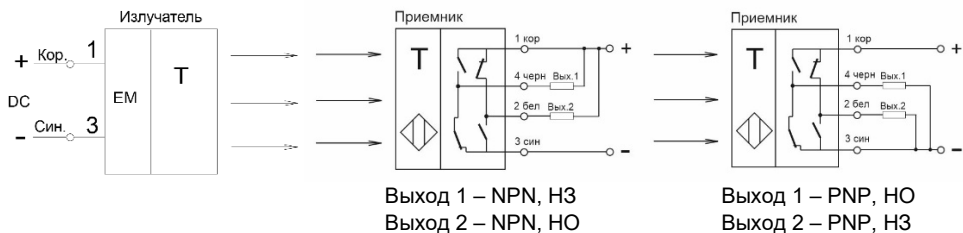

Рисунок 2 - Варианты схем подключения барьеров
3.2 Барьеры включаются в электрическую цепь по 2-х или 4-х проводной схеме (Рис.2). Соответствие выводов и схема подключения указаны в маркировке барьера.
Приёмник имеет выход 1 (конт.4) и выход 2 (конт.2). Коммутационный элемент каждого выхода выполнен по комплементарной (двухтактной, push-pull) схеме: он состоит из двух ключей, работающих противофазно, т.е. если один замкнут, то другой разомкнут. Один ключ соединяет выход с плюсом питания, а другой – с минусом. При отсутствии объекта воздействия выход 1 соединен с минусом питания, а выход 2 соединен с плюсом питания. При появлении объекта, который перекрывает хотя бы один из лучей, выход 1 переключается на плюс питания, а выход 2 переключается на минус питания. Комплементарный коммутационный элемент позволяет включать нагрузку между выходом и плюсом питания, реализуя NPN-выход (рис. 2), или между выходом и минусом питания, реализуя PNP-выход (рис. 2). Каждый выход имеет тактовую защиту от короткого замыкания в нагрузке. При срабатывании защиты оба ключа коммутационного элемента переходят в разомкнутое состояние. После устранения короткого замыкания работоспособность коммутационного элемента автоматически восстанавливается.